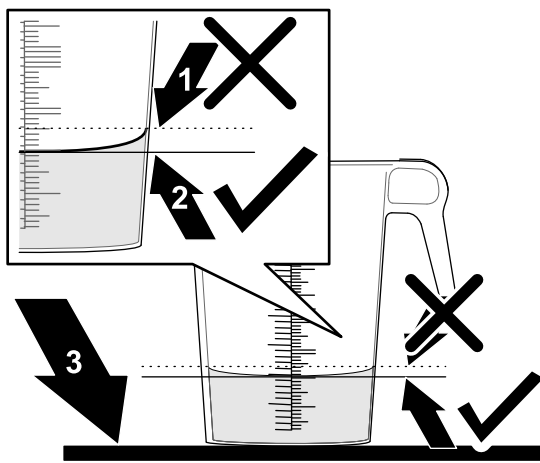

Figura 83
10. Collocate il recipiente graduato su una superficie piana e rilevate il volume del fluido (Figura 83).